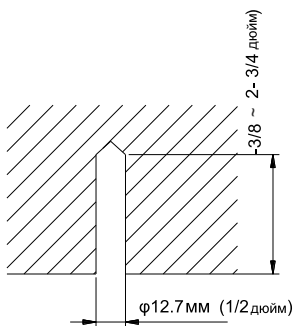

Рис. 4.5
- (2). Установите анкера на потолке в месте, достаточно прочном для подвески блока. Отметьте расположение анкеров, ориентируясь на монтажный шаблон. С помощью дрели для бетонных конструкций просверлите отверстия диаметром 12,7 мм (1/2"). (См. Рис. 4.5)